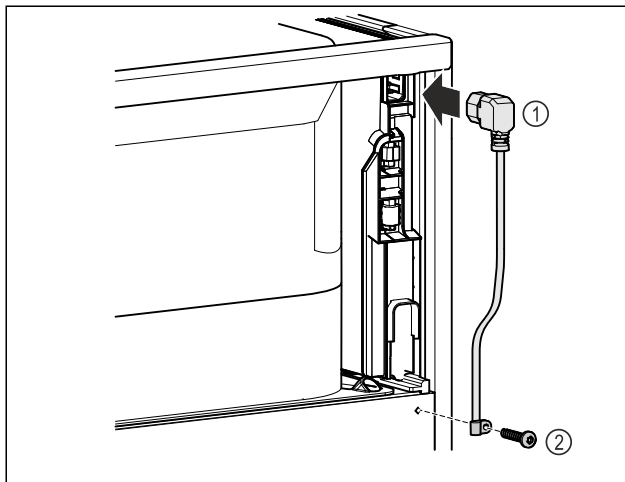

Fig. 11
- Kaltgerätekupse der Netzanschlussleitung Fig. 11 (1) auf der Rückseite des Gerätes einstecken.
- Zugentlastung montieren. Fig. 11 (2)